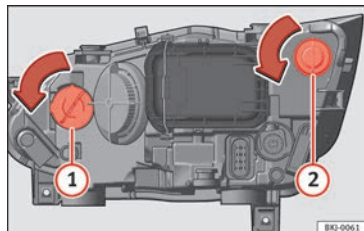

Fig. 98 Dans le compartiment moteur : ampoule du feu clignotant **1** et ampoule du feu DRL (feu de circulation de jour) **2**.
- Tournez le porte-ampoule » **fig. 98 1** ou **2** vers la gauche puis tirez.